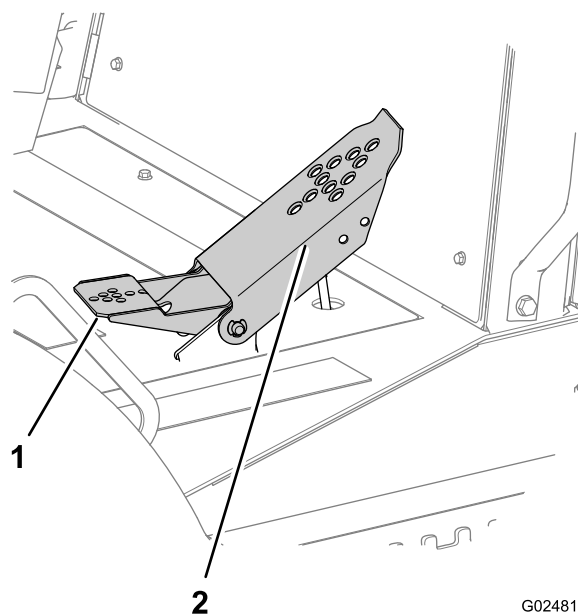

Рисунок 40
- Нажмите верхнюю часть педали, чтобы машина двигалась вперед (Рисунок 40).
- Нажмите нижнюю часть педали, чтобы машина двигалась назад (Рисунок 40).
- Для снижения скорости или остановки машины переместите педаль вверх в сторону положения «Нейтральное». Рисунок 40